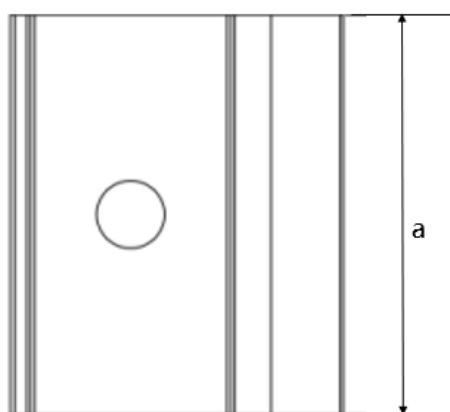
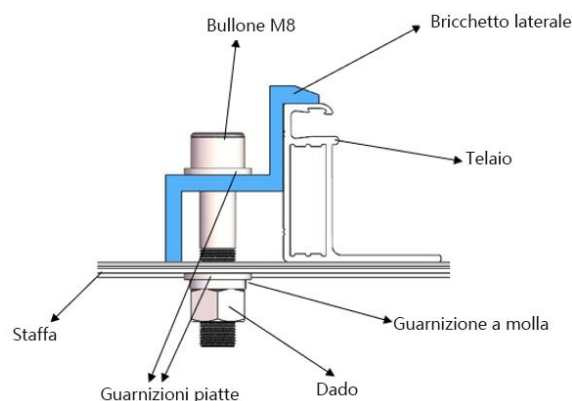

Fig. 7 Vista dall'alto del morsetto marginale
Fig. 9 Installazione Diagramma del morsetto
- ⑥ Le Figure 7 e 8 mostrano lo schema del morsetto, mentre le Figure 9 e 10 mostrano lo schema di installazione del morsetto. Le dimensioni del morsetto sono $a \geq 40$ mm, $b \geq 16$ mm, $c \geq 5$ mm, $d \geq 8$ mm e ≥ 15 mm, con $\varnothing = 9$ mm, e lo spessore del morsetto è ≥ 3 mm. Per i moduli con wafer da 182/210 mm, le dimensioni del morsetto centrale e di quello marginale devono essere conformi a ≥ 60 mm. La coppia di serraggio consigliata è di 17~23 Nm per viti e bulloni di Classe 8.8.